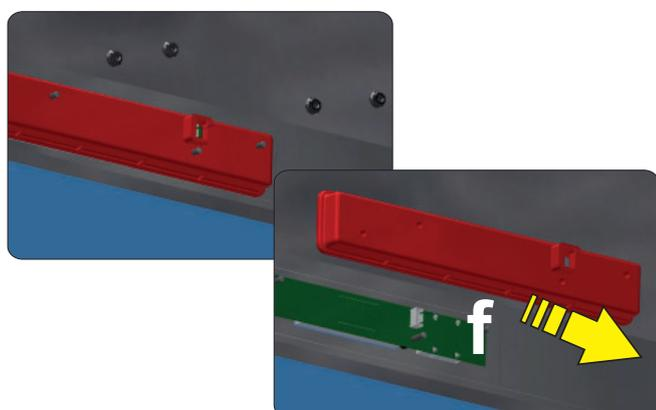

Fig. 14
- Enlever la boîte de protection en plastique (position **f** - voir **Fig. 14**).